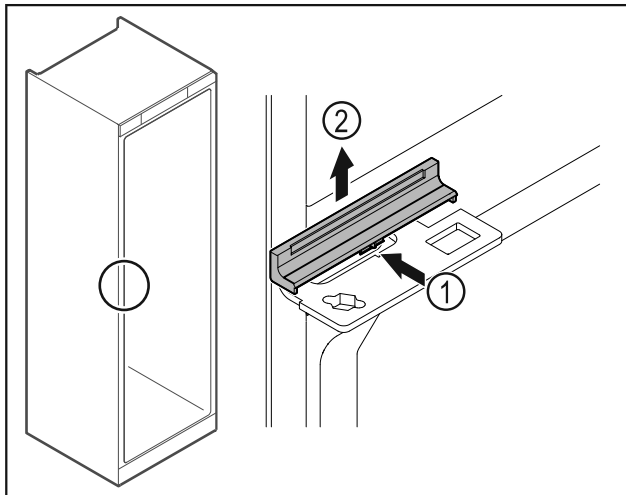

Fig. 46
- ▶ Appuyer légèrement sur le centre du cache Fig. 46 (1) et le retirer par le haut Fig. 46 (2).